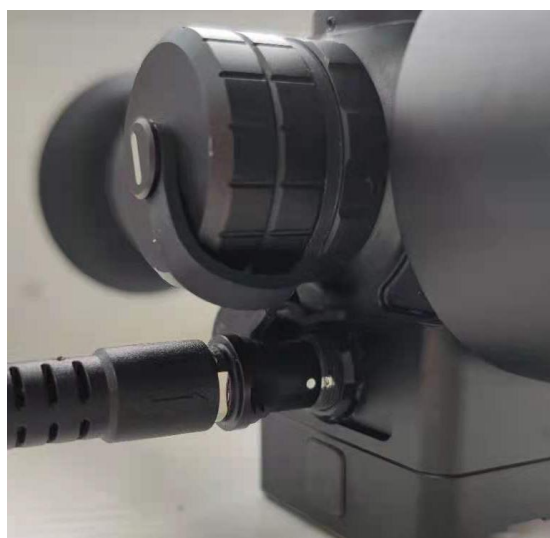

Рис. 4 Подключение кабеля
**Примечание!** При подключении кабеля совместите белые метки на разъеме кабеля и разъеме прицела, прежде чем вставлять его. Соединение выполнено, когда слышен четкий щелчок. Сммотри рис. 4.